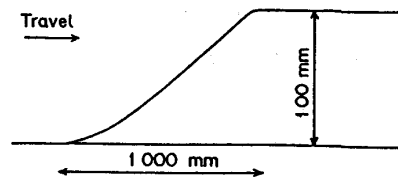
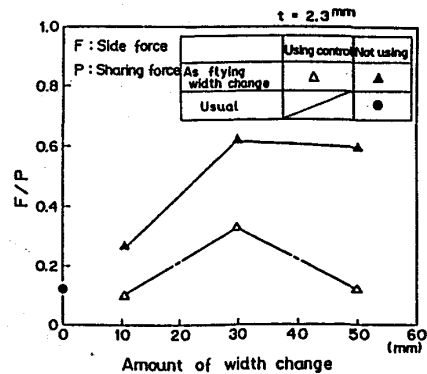

Fig.3 Example of sharing locus
Fig.4 Character of load
4. 制御効果 走間幅替による実際の剪断軌跡をFig.3に示す。又、干渉補正を実施することにより側方力、剪断力の負荷による影響は全くなく剪断可能である。Fig.4に板幅拡大時の側方力、剪断力を示す。